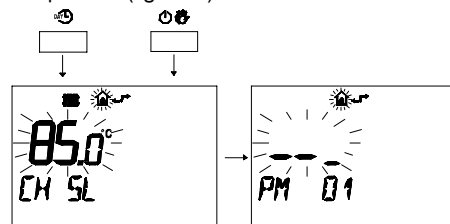

fig. 5.41
- 2 Premere contemporaneamente i pulsanti e per entrare nella programmazione trasparente (fig. 5.41)